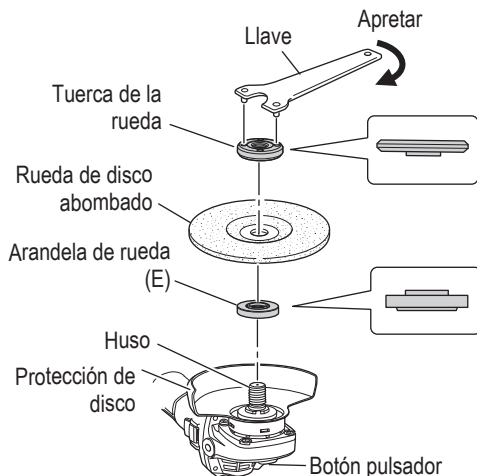

Fig. 19
- (1) Dé la vuelta a la amoladora de forma que el eje quede encarado hacia arriba.
- (2) Alinee la muesca ovalada de la arandela de la rueda (E) con la musca del eje, y después fíjelas.
- (3) Fije la parte saliente de la rueda de disco abombado en la arandela de la rueda (E).
- (4) Atornille la rueda en el eje.
- (5) Presionando el botón pulsador con una mano, bloquee el eje girando lentamente la rueda de disco abombado con la otra mano.
- Apriete la tuerca de la rueda utilizando la llave suministrada como se muestra en la Fig. 19.